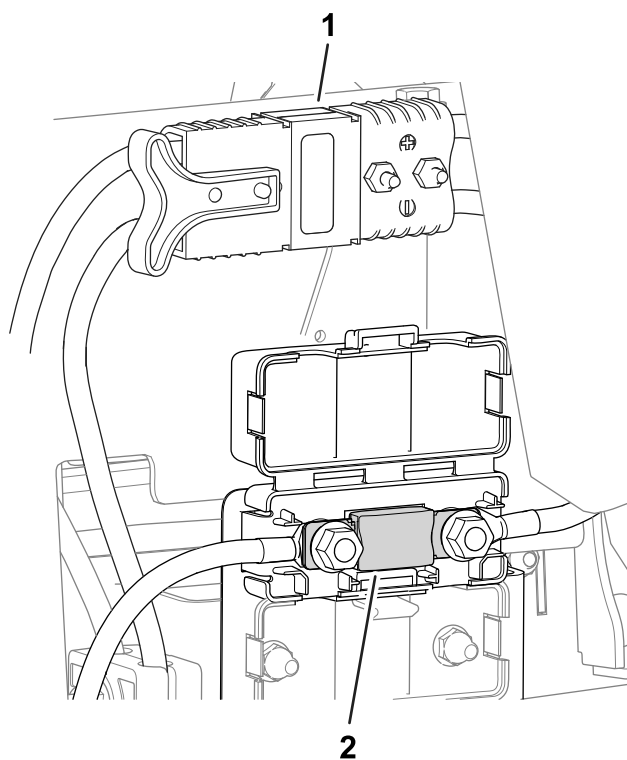

Figura 45
- El fusible del sistema eléctrico está situado debajo de los conectores eléctricos principales (Figura 45).